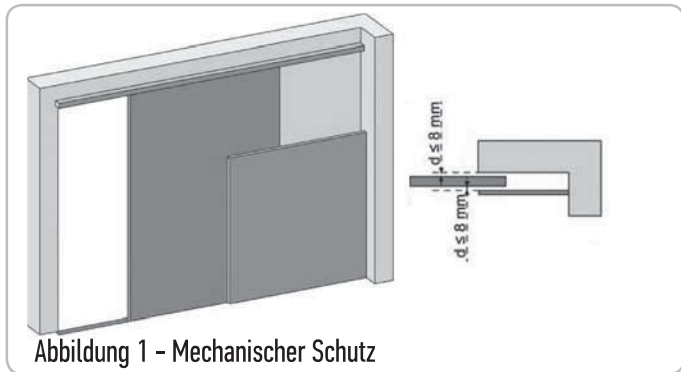
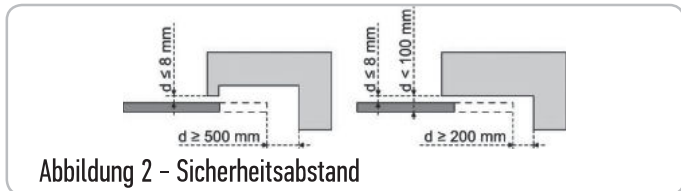

Abbildung 1 - Mechanischer Schutz
Abbildung 2 - Sicherheitsabstand
ZONE 2 Quetschgefahr an einem angrenzenden festen Bauteil	Hinderniserkennung durch den Antrieb. Es muss unbedingt geprüft und festgestellt werden, dass die Grenzwerte der Betriebskräfte und Reversierungszeiten gemäß Anhang A der Norm EN 12 453 eingehalten sind. Schutz durch eine mechanische Vorrichtung (siehe Abbildung 1) oder durch Sicherheitsabstände (siehe Abbildung 2)
2.1 Lieferumfang - Abb. 1
2.2 Anwendungsbereich - Abb. 2
Torart (Abb.2)